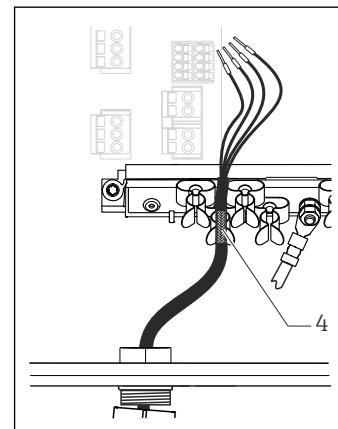

图 20 将电缆安装在接地夹中
2. 拆除锁紧螺丝和 O 型圈→ 图 15, 图 20。
3. 将软管接头安装到清洗连接上并进行固定→ 图 16, 图 20。
4. 在软管接头上安装直角接头、接头和单向阀→ 图 16, 图 20。